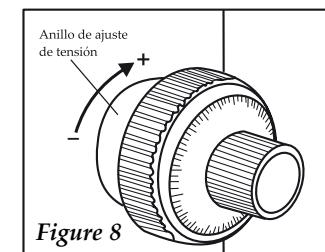

Figure 8
- La tension des commandes de focalisation macrométriques, peut être modifiée, selon les préférences de l'utilisateur, en utilisant une bague de control de la friction a coté de la commande macrométrique droite du microscope (fig. 8). Par contre, il faut éviter relâcher trop cette bague, car la platine pourrait souffrir une descente involontaire, et causer des problèmes de précision de la focalisation.